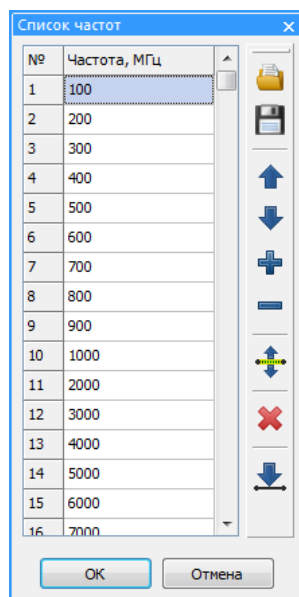

Рисунок 5.1 – Задание списка частот
- Шаг 1.** Задайте частотный диапазон зондирования в панели управления «Частота» (см. п. 4.6.2). Если требуется осуществить сканирование по списку, необходимо перевести тумблер «Сканирование по списку» в положение «ВКЛ» и сформировать вручную (либо загрузить из файла) список частот в соответствующем окне, появляющемся после нажатия кнопки «Список...» на панели «Частота» (рисунок 5.1).